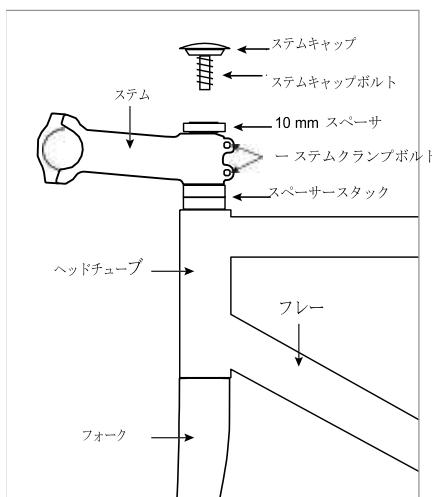

図 11
2. フォーク、スペーサー、ステム、すべてのヘッドセットコンポーネントをヘッドチューブへと再度取り付けます(図11)。